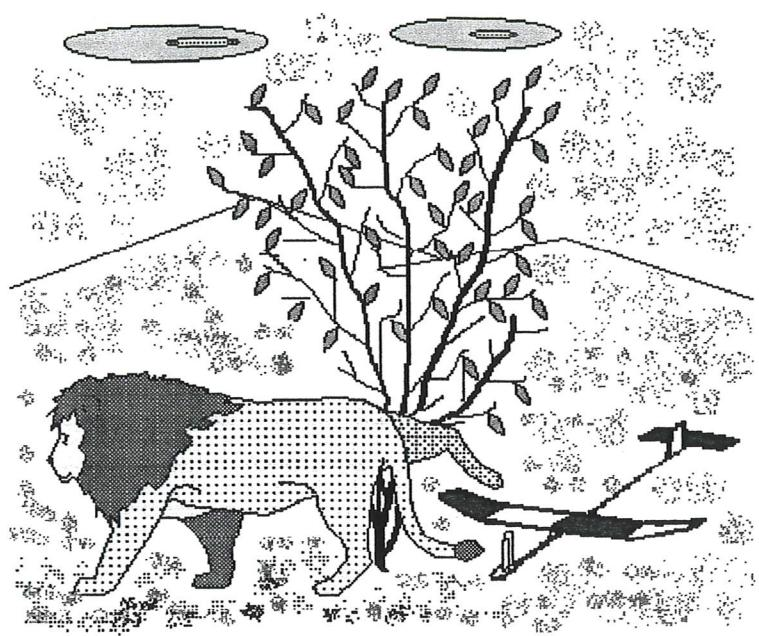

Figure 4 L'attitude du gouvernement vis-à-vis de nos conquêtes
- pourquoi le lieu de la savane hausse sa patte derrière à la base du grand buisson (figure 4) ?;